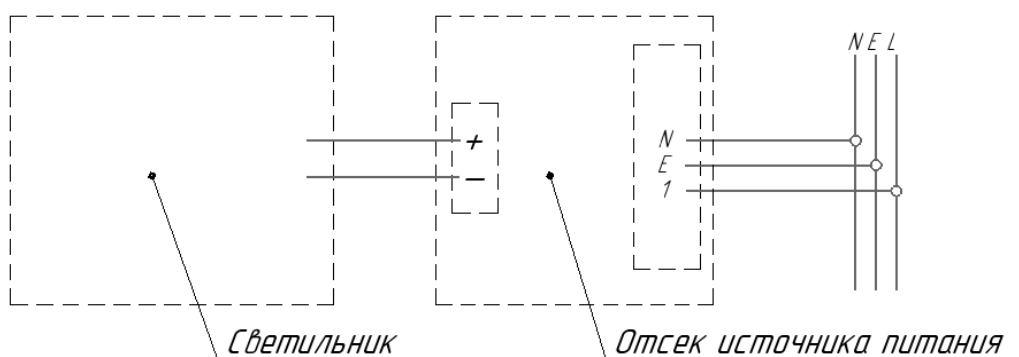

Рисунок 9 - Схема подключения светильника
5.3.5. Пропустите сетевой провод и провод DALI (для светильников ДВО18 RD) через отверстия в скобе с драйвером в соответствии с рисунками 6, 7 и подключите провода к клеммной колодке в соответствии с указанной полярностью (см. рисунок 9, 10).